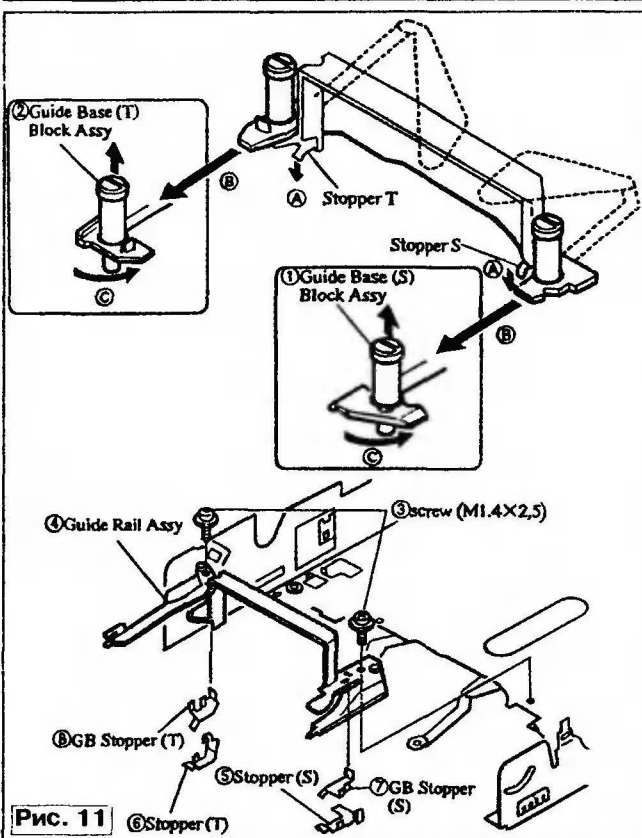

Рис. 11
Узлы направляющих стоек S, T и направляющей рейки разбирают, руководствуясь рис. 11. Вначале удаляют стопоры 5 и 6, надавливая на них в направлении стрелки А. Затем сдвигают направляющие стойки 1 (751) и 2 (752) по стрелкам В, поворачивают их опоры Т и S соответственно по стрелкам С и снимают эти узлы (Base T Block Assy, Base S